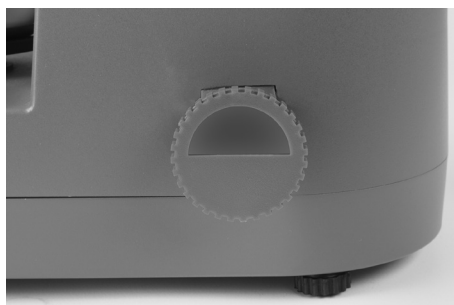

Fig. 7- Boquilla de drenaje en el lado derecho del dispensador
Paso 1. Coloque una bandeja debajo de la boca de drenaje (véase Fig.7) situada en el lado derecho de su dispensador.